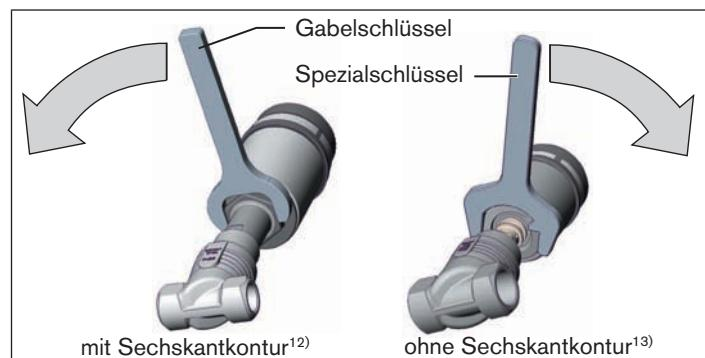

Bild 16: Drehen mit Gabelschlüssel / Spezialschlüssel
- Den Antrieb **nur im vorgegebenen Richtungssinn** drehen (siehe „Bild 16“)!